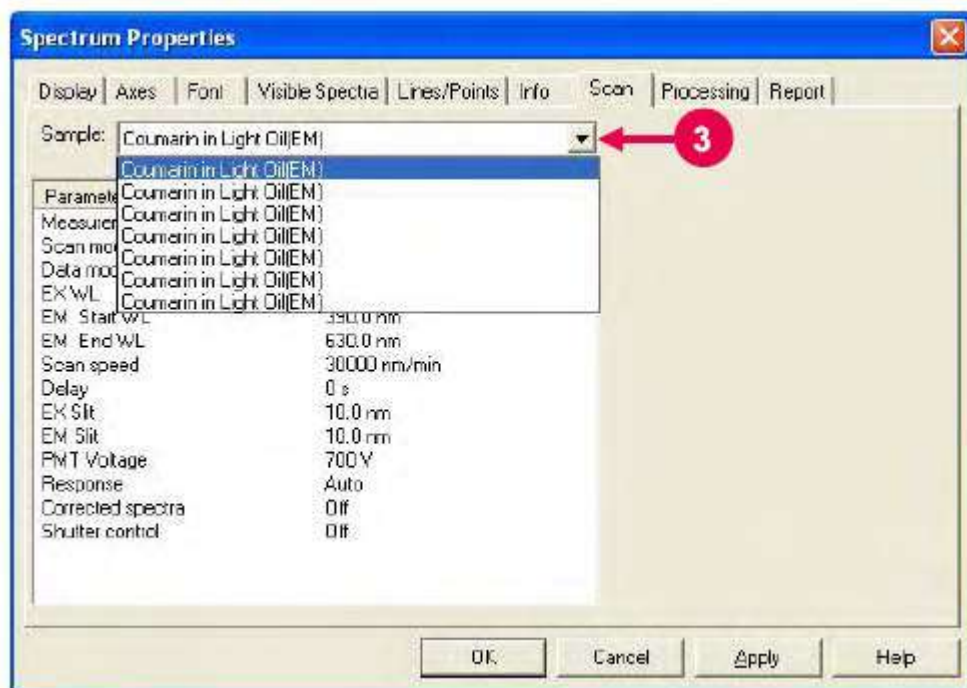

Рис. 8-10
- (3) Когда в открытом окне отображаются множественные спектры (например, записанные в оверлейном режиме), при нажатии кнопки выпадающего списка будут отображаться имена выборок (смотрите (3) на рис. 8-10). Выберите имя выборки для данных, которые требуются проверить, после чего можно проверить соответствующую информацию.